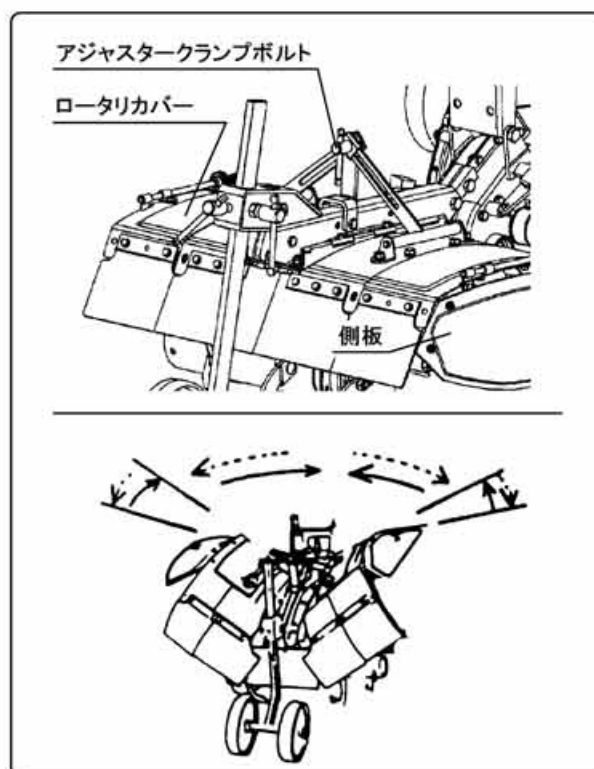

図28
①ロータリカバー、側板は作業により上下に調整してください。(図28)